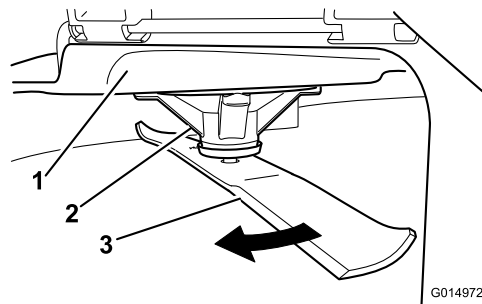

Figura 90
2. Llevando guantes fuertemente acolchados u otro tipo de protección apropiada para las manos, gire la cuchilla lentamente hasta una posición que permita medir la distancia entre el filo de corte y la superficie nivelada en la que descansa la máquina (Figura 90).